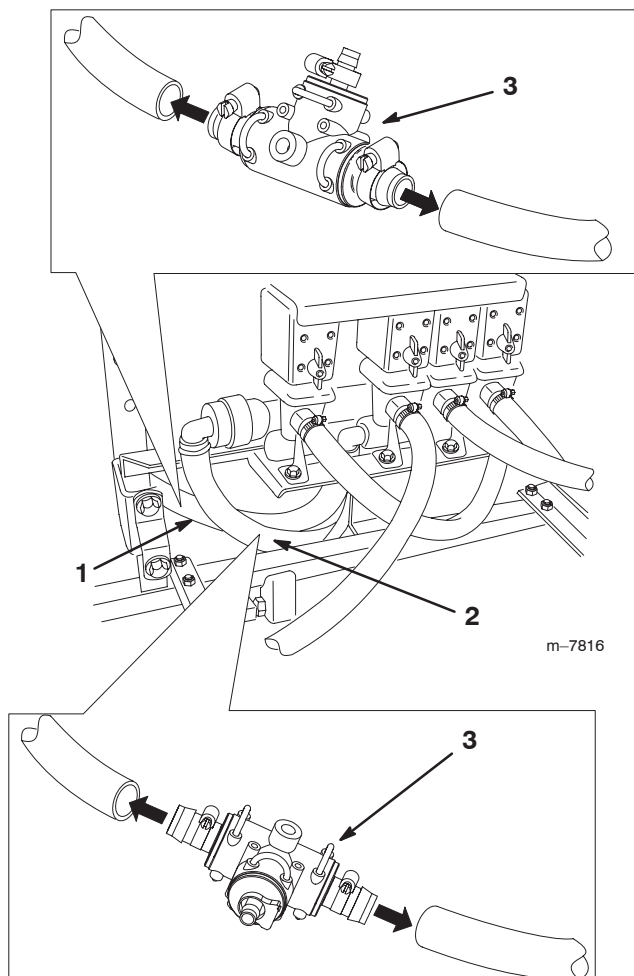

Figure 11
9. Coupez le flexible de dérivation à mi-chemin entre les soupapes de la rampe et la cuve (Fig. 11).
10. Appliquez du savon liquide sur les cannelures, insérez un raccord en T S53 dans l'intervalle et fixez-le avec 2 grands colliers (Fig. 11).
11. Coupez le flexible d'agitation en deux (Fig. 11).
12. Appliquez du savon liquide sur les cannelures, insérez un raccord en T S53 dans l'intervalle et fixez-le avec 2 grands colliers (Fig. 11).